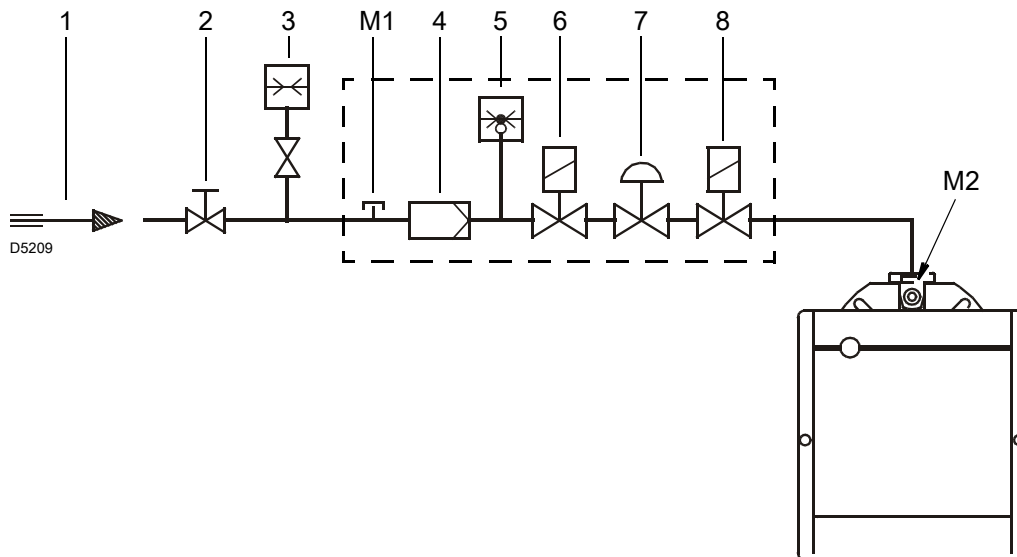

图 16
图例（图 16）
测试点 M2) 测量的燃气压力 (图 16)，此时：
- 从测试点 M2) 压力减去燃烧室中压力 (图 16)。
测试点 M2) 燃气压力 (图 16) = 10 毫巴
在所要的燃烧器工作的最大调制输出已经固定的情况下计算 测试点 M2) 所需的燃气压力 (图 16)：
- 在右边的栏 1，读取插口 M2) 处的压力 (图 16)。